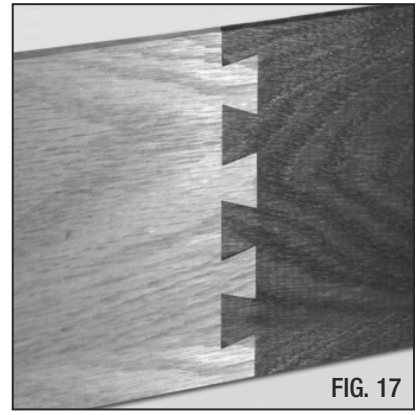

FIG. 17
1. Lorsque vous coupez un joint longitudinal, l'arrondissement créé par le gabarit à queue d'aronde doit être éliminé pour permettre l'assemblage des deux morceaux de bois avec un joint à queue d'aronde. (FIG. 17)